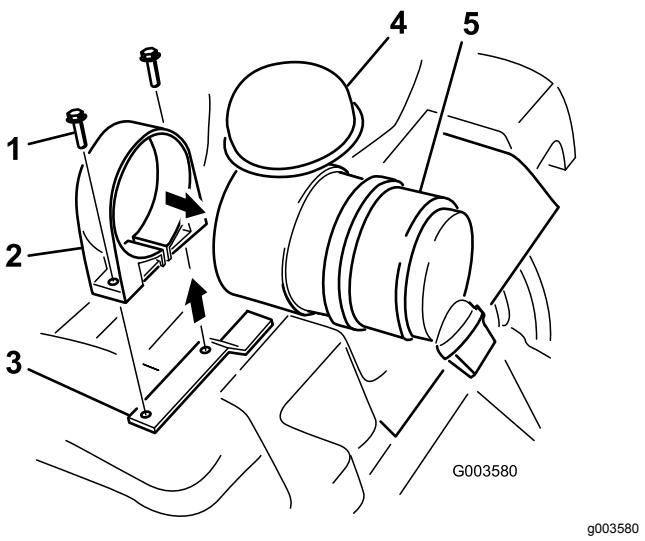

Figura 3
6. Alargue a abertura da correia do filtro de ar e empurre-o para a extremidade do recipiente de onde o filtro foi retirado (Figura 3).